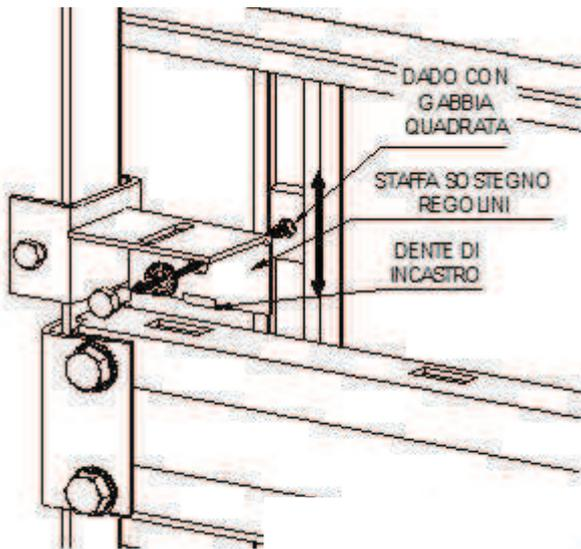

Fig. 18.1
- ✓ Posizionare la staffa di sostegno dei regolini orizzontali in corrispondenza del dado presente sulla canalina verticale dell'inquadratura. Incastrare il dentino di riferimento all'interno della concavità della canalina (Fig. 18.1)